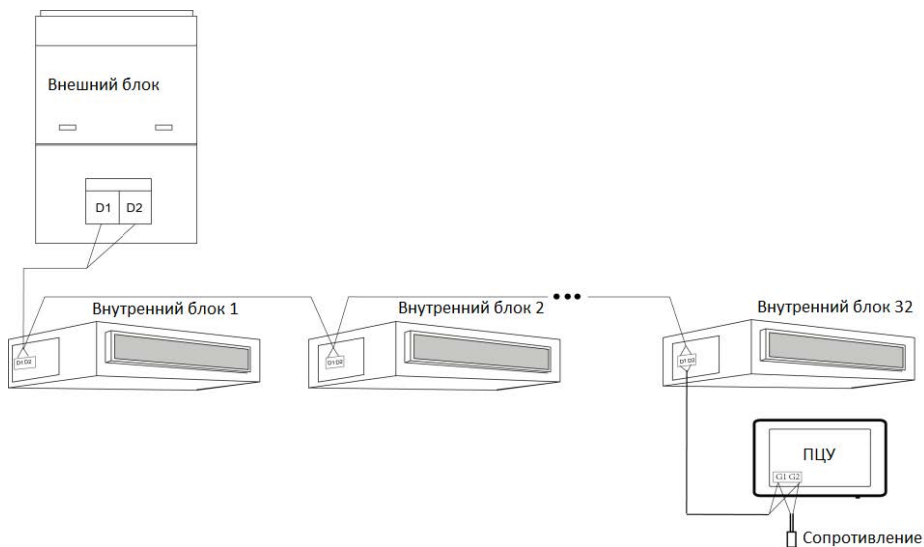

Рис. 1.4 ПЦУ, соединенный с внутренней сетью
- ① Smart-ПЦУ может использоваться с несколькими блоками мультизональной VRF-системы, подключенными к сети внутренних блоков / внешних блоков или сети конвертеров. Один ПЦУ может управлять макс. 16 комплектами внешних блоков и макс. 32 комплектами внутренних блоков.
- ② Если ПЦУ должен быть подключен к сети внутренних блоков, используйте способ, указанный на рис.1.4. Пульт подключается последовательно к любому внутреннему блоку, то есть, порты G1 и G2 ПЦУ должны быть соединены с портами D1 и D2 блоков соединительными кабелями. Когда ПЦУ подключен к терминалу внутренней сети, необходимо добавить соответствующее сопротивление в портах G1 и G2.